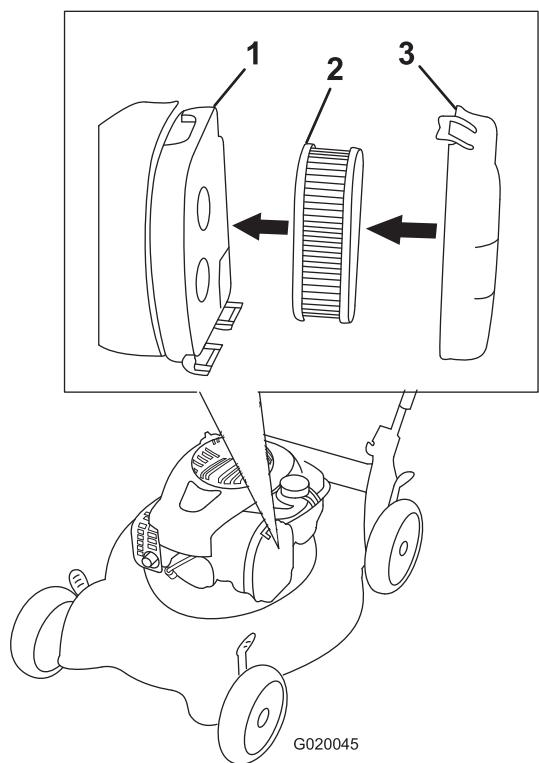

Figure 15
- Appuyez sur le bouton sur le couvercle du filtre à air (Figure 15) et ouvrez le couvercle.